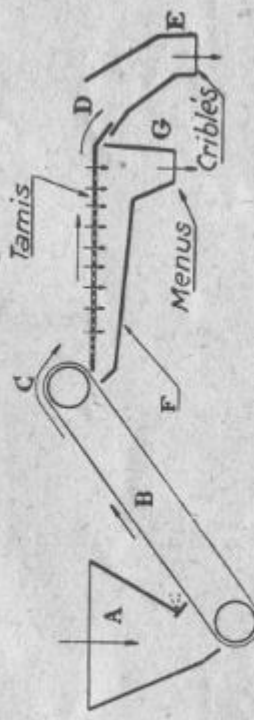

Fig. 5.
Cet appareil est composé essentiellement d'un tamis animé d'un brusque mouvement de va-et-vient. Le combustible à cribler est déposé dans un caisson en forme d'entonnoir (A), (fig. 5), à la partie inférieure duquel passe un chemin de roulement (B), entraînant le charbon jusqu'à la partie supérieure de l'appareil (C) d'où il tombe sur le tamis.